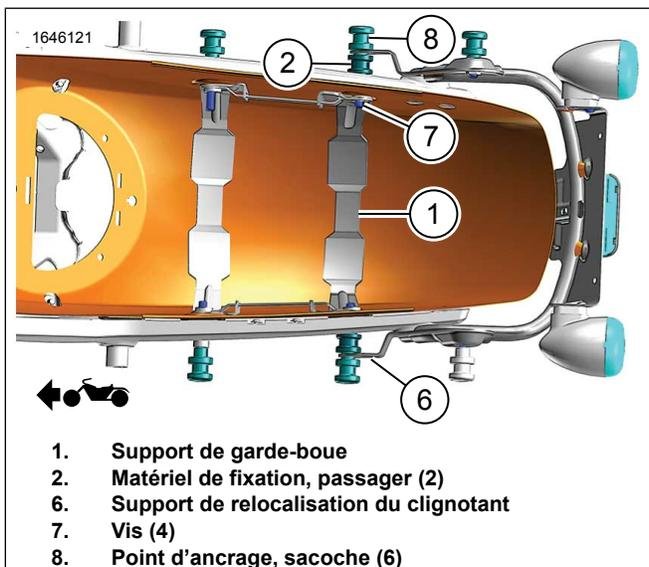

Figure 5. Support de garde-boue
- c. Figure 5 Installer le support de garde-boue (1), l'écrou d'ancrage, le matériel de fixation du passager (2), le point d'ancrage (8) et la vis (7). Serrer.
- Figure 5 Installez les entretoises arrière (2).